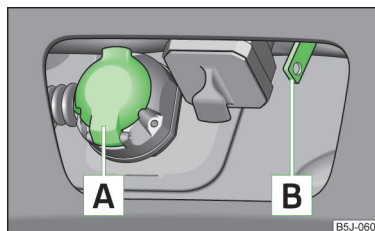

Fig. 130
- Inserire la spina del cavo del rimorchio nella presa a 13 poli **[A]** » fig. 130.